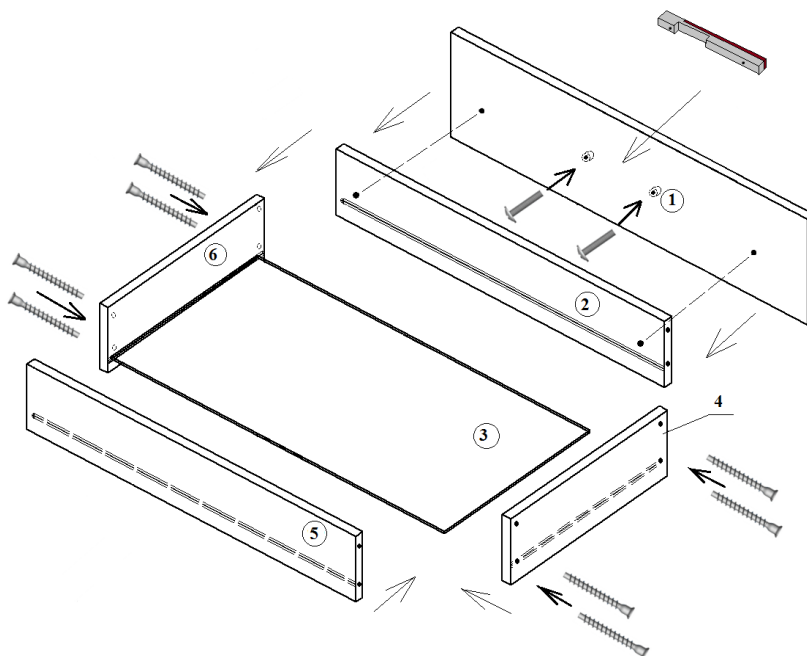

Рис.7.
6. Собрать ящики из деталей (поз.2,3,4,5,6) используя евроинты 50 мм.). Стабилизаторами для ДВП усилить дно ящика. **См.рис.7**